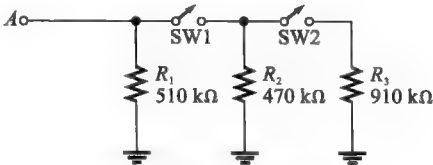

图 5-67 习题 36 图
36. 试问在下列条件下图 5-67 中 A 端与地之间的总电阻为多少?